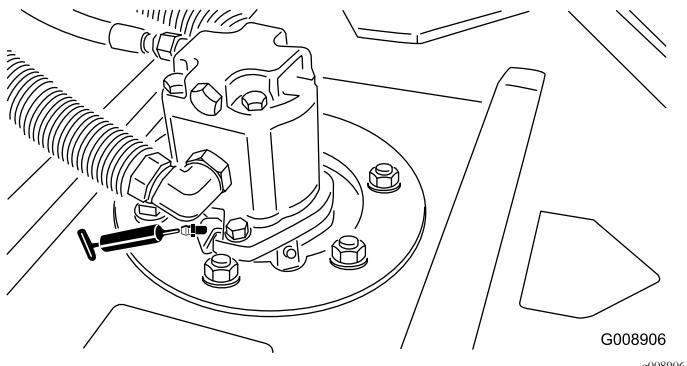

Figura 37
- Rolamentos do eixo da unidade de corte (2 por cada unidade de corte)—Figura 37